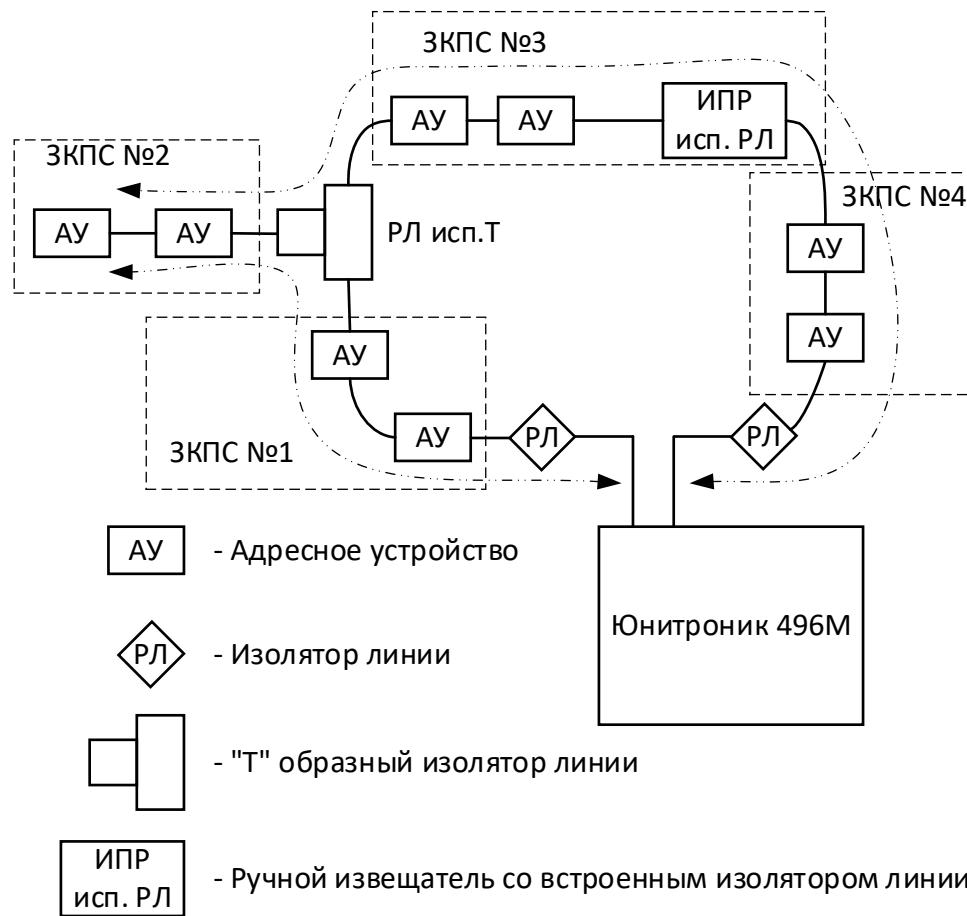

Рис. 12. Топология кольцевой адресной линии с ответвлениями.
3.9.3. Допускается применять топологию кольца с ответвлениями, как показано на рис.12. Для выполнения требований п.6.3.4 СП484.1311500.2020 ответвление должно быть подключено к кольцевой адресной линии через трехходовой изолятор РЛ-2 исп.Т и содержать либо автоматические, либо ручные извещатели, принадлежащие не более чем одной ЗКПС.